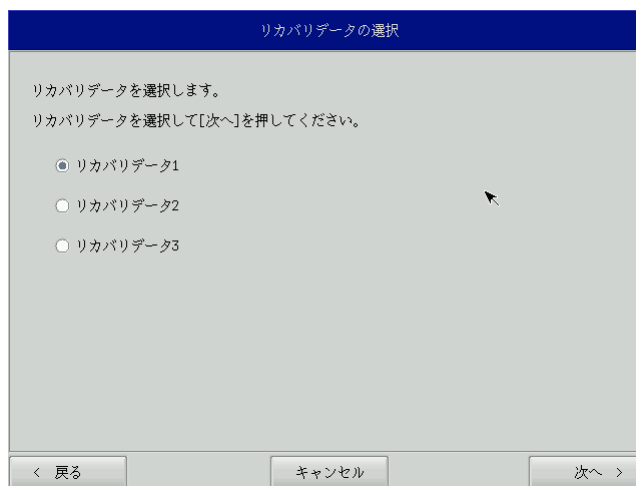

図 6-2-1. リカバリデータ選択画面
- ⑤ リカバリデータ選択画面（図 6-2-1）が表示されます。製品に合わせてリカバリデータをを選択し、[次へ]ボタンを押します。表 6-2-1 に AS シリーズで選択できるリカバリデータを示します。